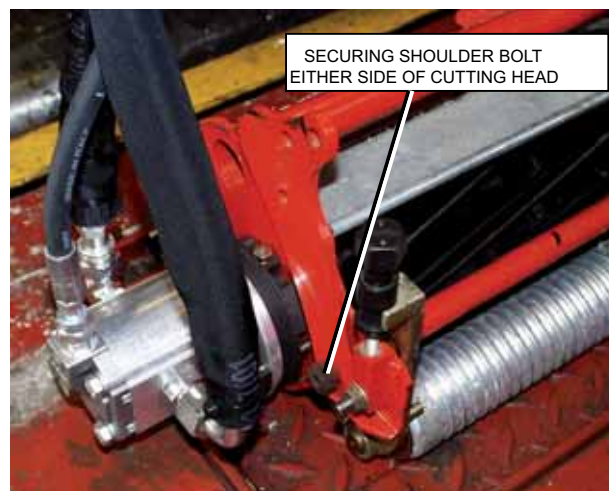

Fig. 8.2.2
4. Alinee el cabezal de corte delante del bastidor de la horquilla. Fije el cabezal de corte a cualquier lado de la horquilla usando el perno de anclaje del lateral del cabezal de corte (ver Fig. 8.2.2).